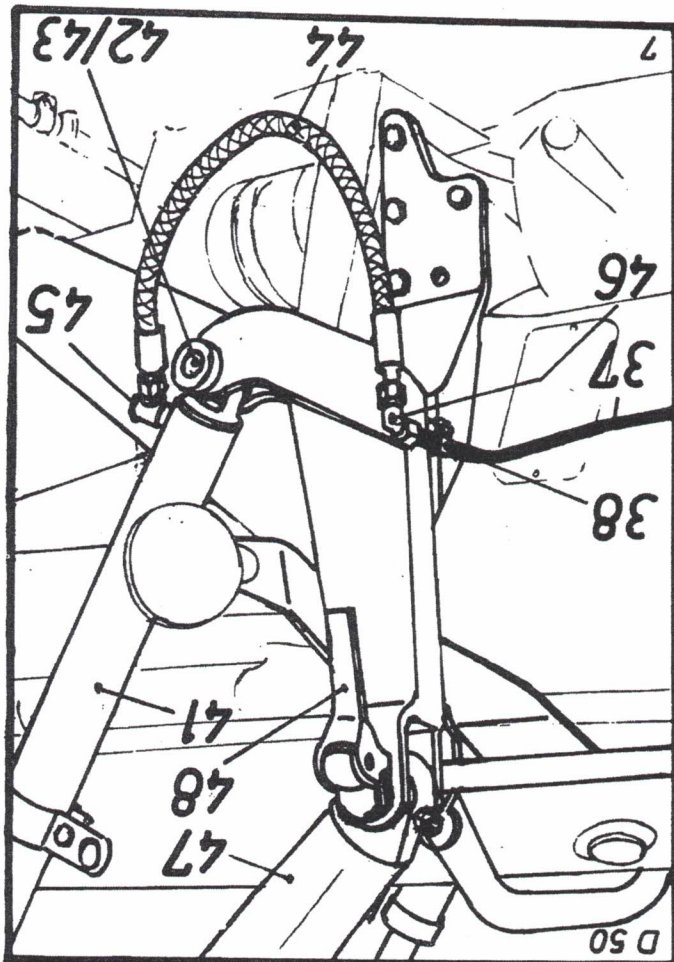

Bild 7
Lampen (14) am linken bzw. rechten Lampenhalter befestigen (siehe Bild 7 und 8), Kabel links und rechts (15) mittels Kabelstecker und Kabelsteckdose (16) installieren. Lampen gemäß Betriebsanleitung P 550, Seite 9, einstellen.